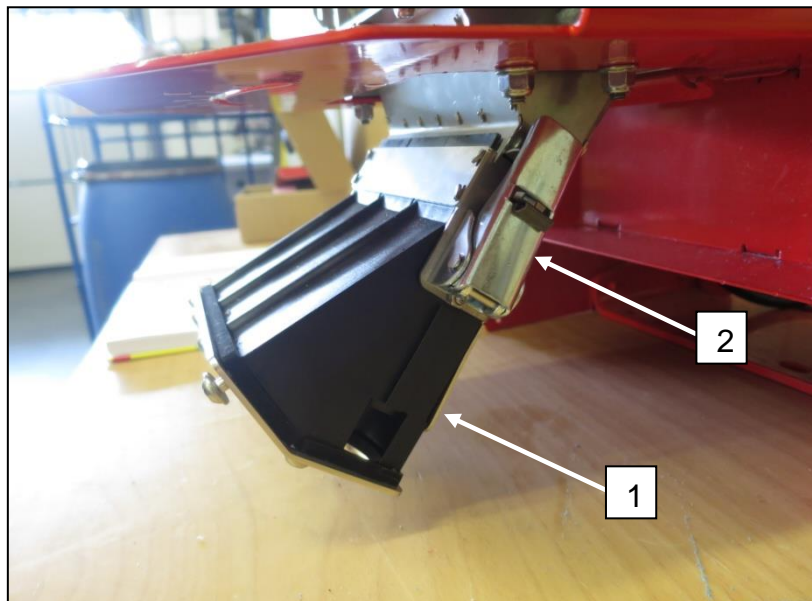

Abb.: 13
- Zur Demontage der Übergangsstücke **1** (Abb.: 13), lösen Sie die beidseitig montierten Spannverschlüsse **2** und nehmen Sie die Übergangsstücke herab.